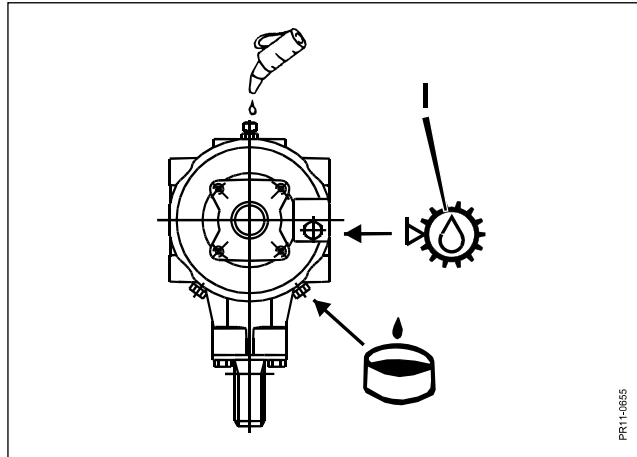

Fig. 4.3
- Fig. 4.3 Olieindhold:**  **0,9 l**